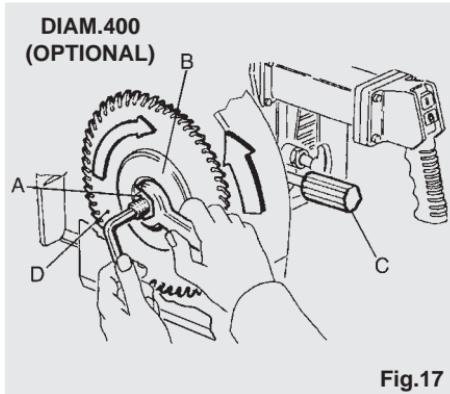

Fig.17
Abrir el cárter cubrehoja, actuar sobre la manilla (C) aflojando el bloqueo y llevando el cárter inferior a la extremidad inferior bloqueándolo en posición. Así hay el espacio necesario para el paso de la brida de sujeción hoja (B). Para aflojar la tuerca con rosca a la izquierda (A) de la fig. 17 sujetar el eje motor mediante llave para tornillos de cabeza hexagonal hueca según aparece en la fig. 17 y actuar con una llave abierta en el sentido de las agujas del reloj. Efectuando esta operación poner cuidado en no herirse chocando contra la hoja. Se aconseja por lo tanto el empleo de guantes. Sacar la brida exterior (B) para tener acceso al asiento
Poner mucha atención a la orientación de los dientes de la hoja cerciorándose de que sea la misma que aparece en la fig. 17. La hoja debe tener un agujero central de Ø 30 mm (Ø 1") y un diámetro máximo de Ø 400 mm (Ø 14"), Ø 450 mm (Ø 16") según el cárter y el motor (eje en pulgadas) montado en la máquina.